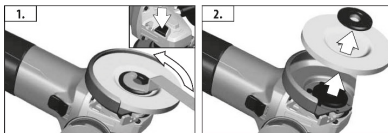

IMAGEN 5
10.2. Presione el botón de trabamiento y use la llave especial para aflojar la brida externa para sacar el disco. (IMAGEN 5)